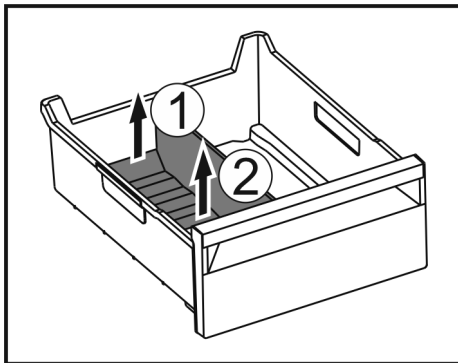

Fig. 175
- ▶ Levantar la parte posterior del separador para congelador. Fig. 175 (1)
- ▶ Extraer el separador para congelador hacia arriba. Fig. 175 (2)